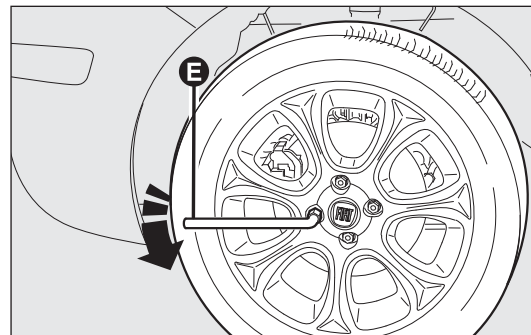

fig. 146
- ☐ desserrer d'environ un tour les boulons de fixation de la roue à remplacer en se servant de la clé fournie E-fig. 146 ; pour les voitures dotées de jantes en alliage, secouer la voiture pour faciliter le détachement de la jante du moyeu de roue ;